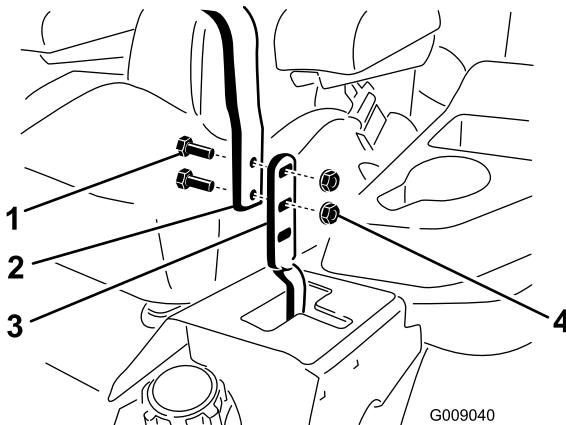

Figura 57
3. Desaperte os parafusos e as porcas flangeadas instalados nas alavancas (**Figura 57**).